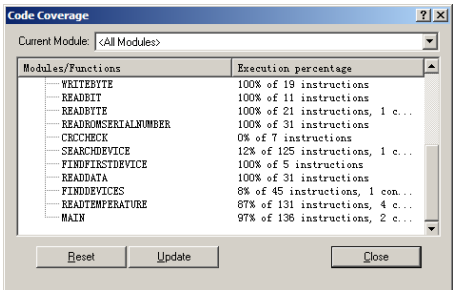

图 22-5 代码覆盖分析结果
- (3) 选择“Debug”→“Run”命令，程序便开始仿真执行。此时，在代码覆盖分析器窗口便可以看到代码执行统计结果，如图 22-5 所示。